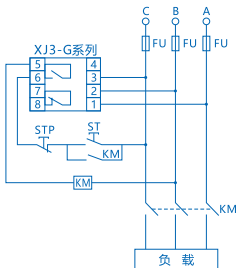

图2 接线图
产品接线图：见图2。
- 1) 若按图2接入继电器后，负载无法启动，可能继电器的相序鉴别已起作用，只需将继电器输入端1、2、3任意两线互换即能正常启动，此时相序已被认定。以后只要改动任何一相电源，继电器即能起到保护作用。